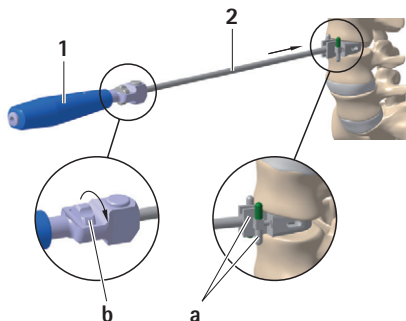

Fig. 1
- ▶ Montați ghidajul pentru daltă **2**, cu înălțimea și unghiul dorite ale implantului, pe mânerul **1**, vezi Fig. 1.
- ▶ Învârtiți roțița **b** în sens orar și ajustați opritorul de siguranță **a** la cea mai scurtă lungime a dălții, vezi Fig. 1.
- ▶ Introduceți ghidajul pentru daltă **2** central în spațiul discului și ajustați opritorul de siguranță **a** la adâncimea dorită a dălții, sub monitorizare radiografică, vezi Fig. 1.